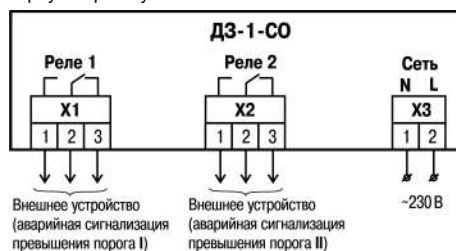

Рисунок 3 – Функциональное назначение клемм прибора
- выполнить подключение проводов согласно схеме (см. рисунок 3), учитывая, что в приборе применены съемные клеммники для удобства монтажа. Типовая схема подключения датчика приведена на рисунке 4. Для подключения внешних связей рекомендуется применять многожильные кабели круглого сечения с поперечным сечением жил 0,35–0,75 мм2. Наружный диаметр кабелей не должен превышать 5 мм, что соответствует диаметру отверстия в кабельных вводах.